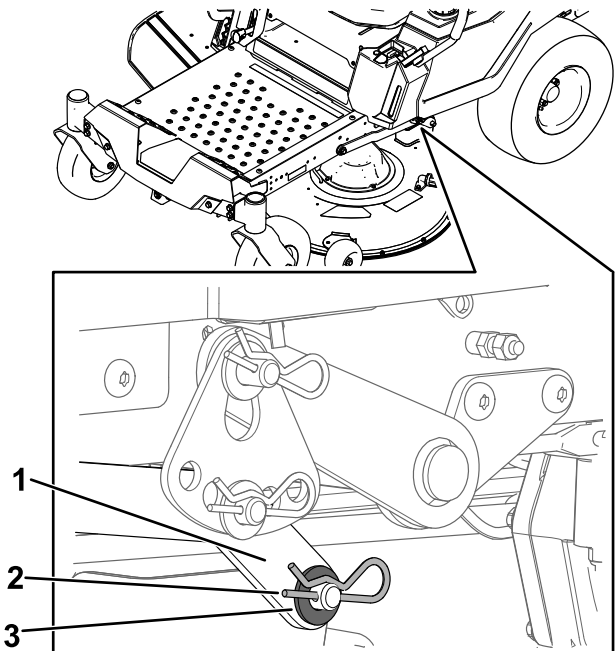

Figura 74
7. En un lado de la máquina, retire la arandela y la chaveta del pasador de la carcasa (Figura 74).
8. Retire el brazo de elevación del pasador de la carcasa (Figura 74).
5. En un lado de la máquina, eleve la parte trasera de la carcasa de corte e instale el brazo de elevación en el pasador de la carcasa (Figura 74).
6. Instale el brazo de elevación con la arandela y la chaveta (Figura 74).